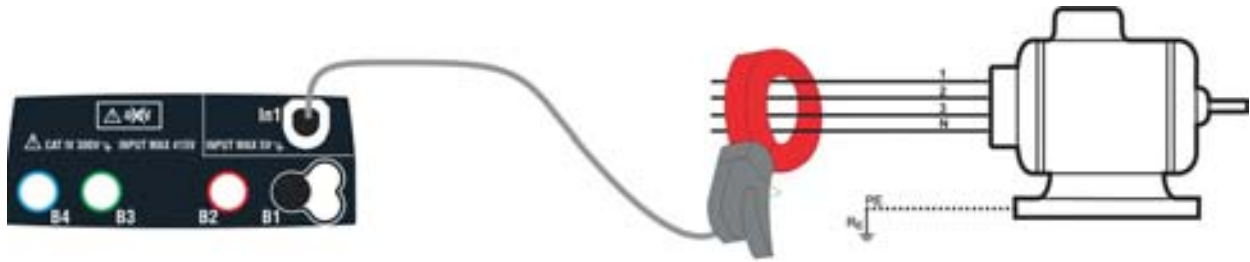
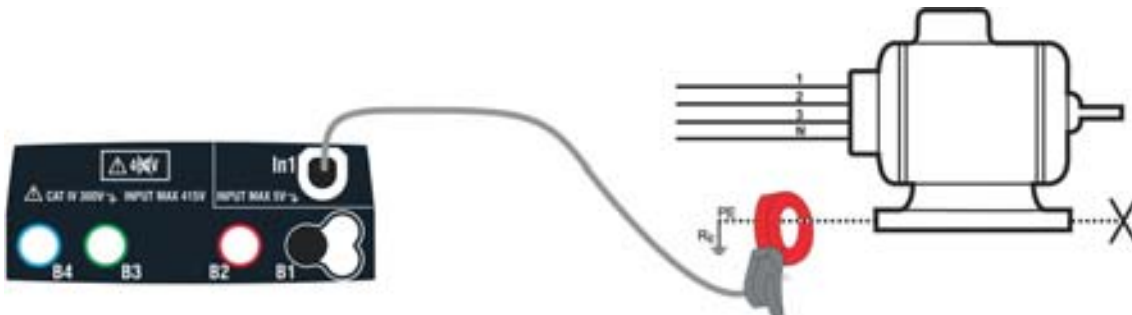

Fig. 26: Misurazione indiretta della corrente di dispersione in impianti trifase
Fig. 27: Misurazione diretta della corrente di dispersione in impianti trifase
4. Per misure indirette della corrente di dispersione collegare la pinza esterna in accordo alla Fig. 26. Per misure dirette della corrente di dispersione collegare la pinza in accordo alla Fig. 27 e scollegare le eventuali connessioni aggiuntive di terra che potrebbero influenzare i risultati della prova